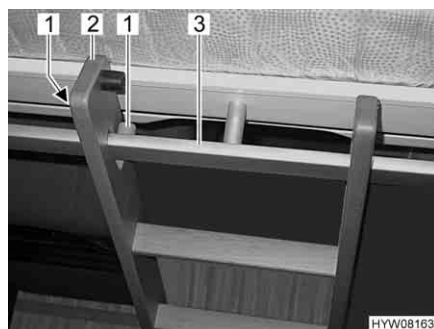

Fig. 64 Scaletta di accesso, agganciata
- Agganciare la scaletta di accesso (Fig. 64,2) con le due staffe nella barra di presa (Fig. 64,3) al letto basculante. Durante l'agganciamento fare attenzione che il longherone della scala venga posizionato tra i due dispositivi di fissaggio (Fig. 64,1). Questo serve a impedire che la scaletta di accesso scivoli di lato.
- Staccare la scaletta di accesso (Fig. 64,2) dalla barra di presa (Fig. 64,3) nel letto basculante.